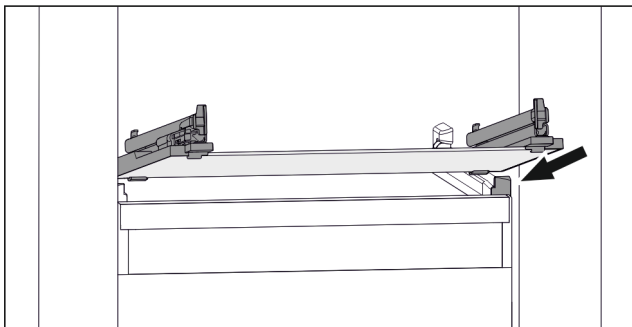

Fig. 111 Reprezentare exemplificativă a plăcii de sticlă
- Așezați placa de sticlă oblic în spatele opritoarelor. (vezi Fig. 111)